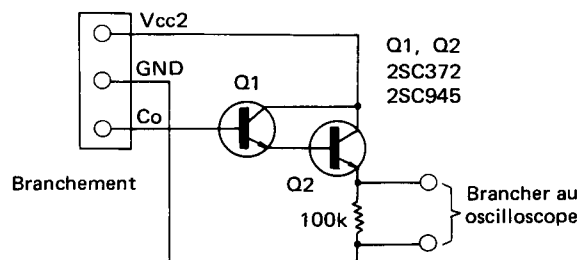

Fig. 9-14 Amplificateur tampon
2. Brancher l'amplificateur tampon montré en Fig. 9-14 sur la borne 3P à la base de la plaque de moteur, et brancher la borne 3P à la base de la plaque de moteur, et brancher la sortie à un oscilloscope (en limitant la longueur du fil de branchement à moins de 10cm pour réduire l'effet des bruits électriques extérieurs).